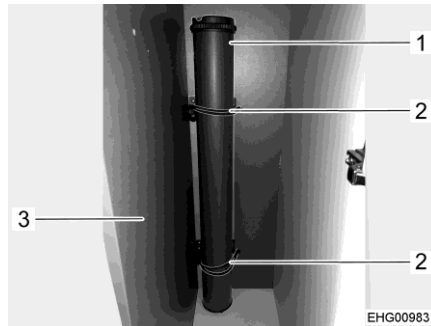

Bild 38 Bordsben (i klädskåp)
- Ställ in bordsbenet (Bild 38,1) i klädskåpet (Bild 38,3) (bakom köket).
- Fäst bordsbenet i de för ändamålet avsedda fästena, upptill och nedtill med gummiband (Bild 38,2).